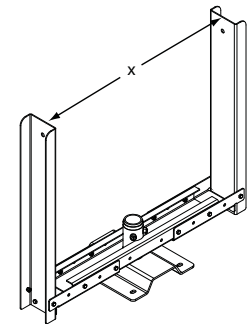

Figura 9 — Dimensión de Ancho del Ventilador para Soporte de Montaje en Cielo.
2. Consulte la tabla y la Figura 9 para conocer el ancho adecuado del ventilador. Alinee el Cubo Giratorio entre las Secciones del Brazo, deslice la Sección del Brazo hacia una dirección hasta obtener el ancho que desee. Sujete usando (4) sujetadores de 5/16 x 3/4 a cada lado del Cubo Giratorio.